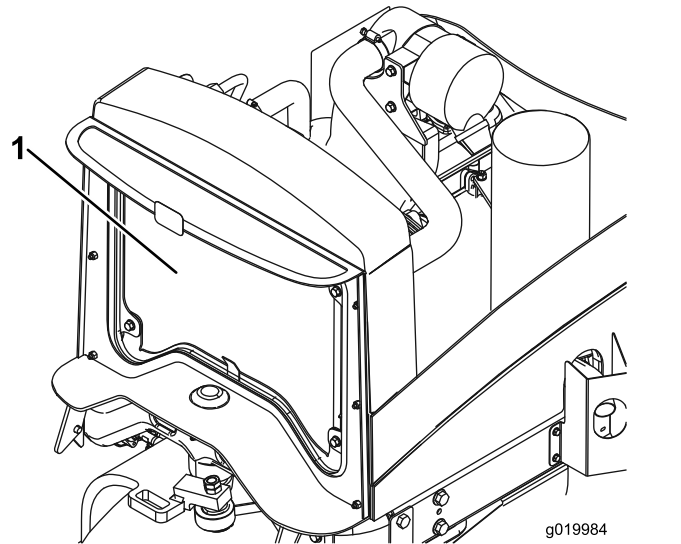

図 61
4. ラジエーターの裏表を圧縮空気で丁寧に清掃する  図 61。